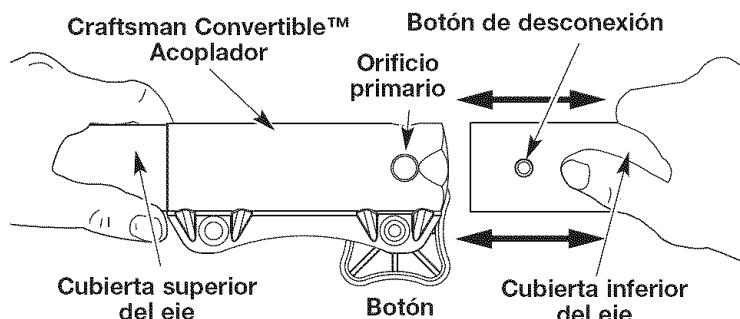

Fig. 2
- Mientras sostiene el accesorio con firmeza, empujelo en línea recta en el acoplador (Fig. 2).
3. Mientras sostiene con firmeza el bastidor del eje superior, tire del accesorio hacia afuera del acoplador (Fig. 2).